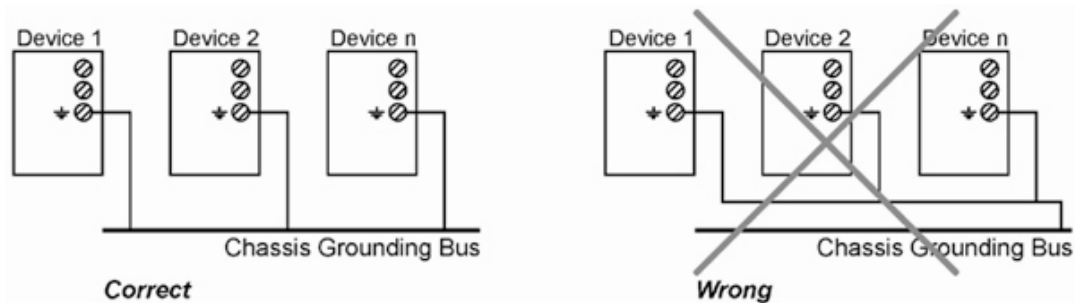

Figura 9.2 – Conexão Correta ao Barramento de Aterramento dos Chassis
- o Conecte cada blindagem diretamente ao Barramento Analógico de Aterramento. Nunca interligue vários equipamentos para depois ligá-los a este barramento. Faça similarmente como indicado na figura 9.2.